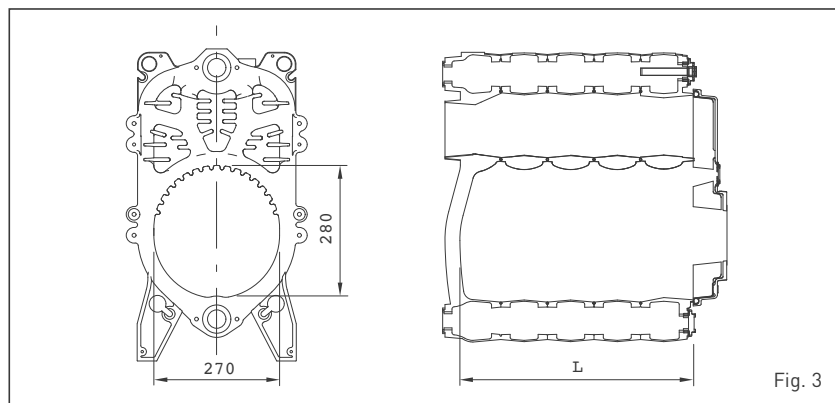

Fig. 3
1.5 CHAMBRE DE COMBUSTION (fig. 3)
La chambre de combustion est à passage direct et elle est conforme à la norme EN 303-3, annexe E. Ses dimensions sont reportées sur la fig. 3.